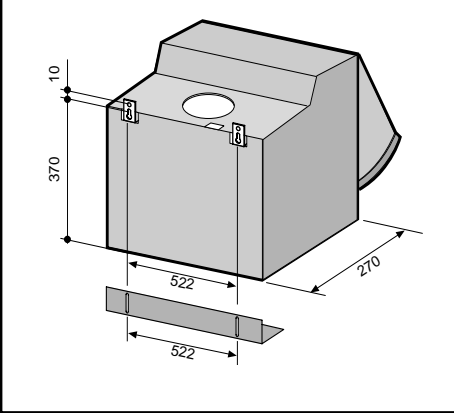

Fig.3
Take off the door (E) by removing the grill (G) and pulling at the same time the special spring locking knobs (H) fig. 3.
Fix the door on the front panel through the screws at the level indicated in fig. 3.
Tür (E) nach Entfernen des Gitters (G) herausnehmen; hierzu ist gleichzeitig an den entsprechenden Federhaltern (H) (Abb.3) zu ziehen. Die Tür am Frontpaneel mittels Schrauben des in Abb.3 gezeigten Typs befestigen.